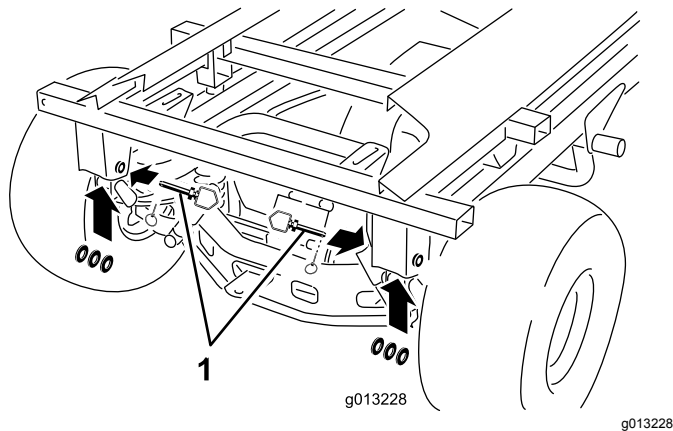

Figura 50
10. Rimuovete gli acciarini posteriori, i perni di traino e le rondelle (**Figura 50**).